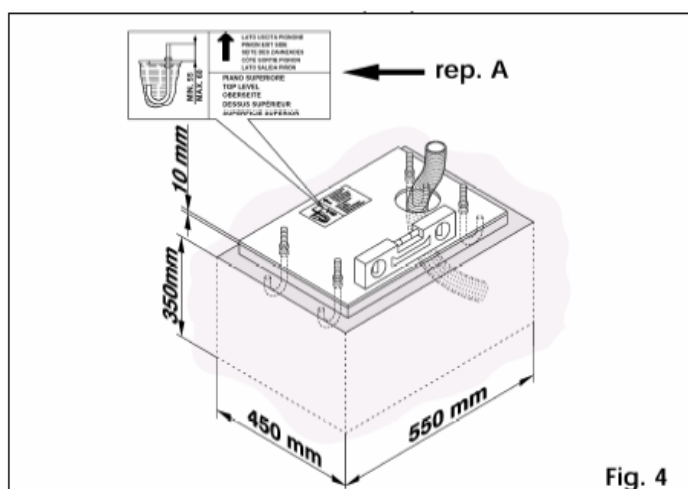
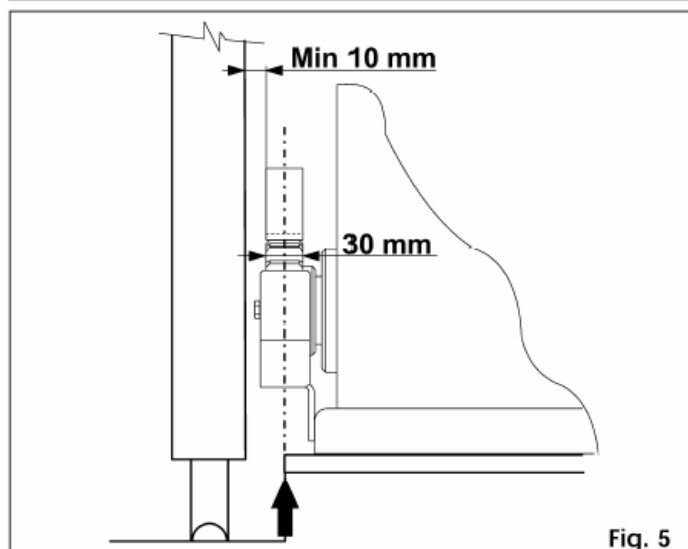
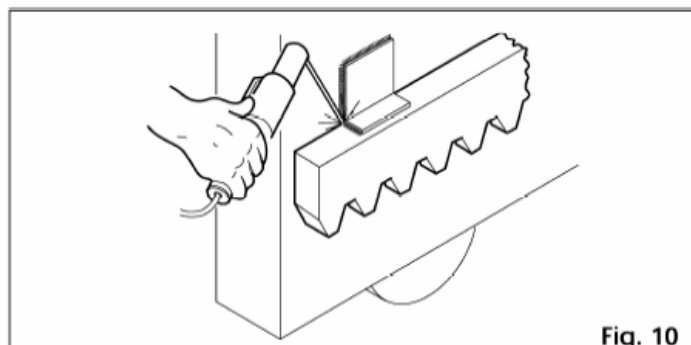

Fig. 4
Fig. 5
Fig. 10
1) De funderingsplaat moet worden geplaatst zoals op fig. 4. Voor de plaatsingsmaten, zie fig. 5.
2) Assembleer de funderingsplaat zoals op fig. 4 ref. A.
3) Maak een funderingssokkel met de afmetingen die worden aangegeven op fig. 4 en metsel de funderingsplaat in met één of meer buizen voor elektriciteitskabels.
3) Stel de hoogte van de pootjes af door de motorvertraging 1 cm boven de plaat op te tillen, en de afstand tot de poort zoals op fig. 5 en 9.
Belangrijk: om de tandheugel aan de vleugel te bevestigen moeten speciale steunen worden gemaakt, overeenkomstig het type poort dat geautomatiseerd moet worden. Op fig. 10 is een voorbeeld van een "L"-vormige steun te zien. Voor de plaatsing van de steunen, zie fig. 5 en 9.